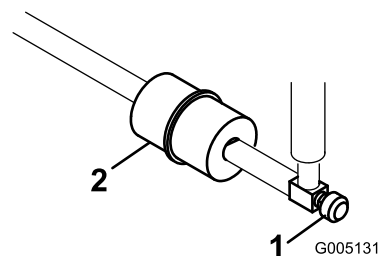

Figura 36
El filtro de combustible en línea se encuentra en el tubo de combustible, entre el depósito de combustible y el carburador (Figura 36).
- Cierre la válvula de cierre del combustible (Figura 36).
- Coloque un recipiente debajo del filtro, afloje la abrazadera en el lado del carburador del filtro y retire el tubo de combustible del filtro (Figura 36).
- Afloje la otra abrazadera y retire el filtro (Figura 36).